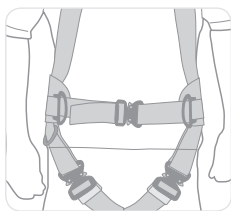

Figura 15
- Si se incluye (arnés RH3 solamente), conecte la hebilla del cinturón de la parte delantera y ajuste la correa tirando de ella a través de la hebilla como sea necesario para conseguir un ajuste cómodo (consulte la figura 15).